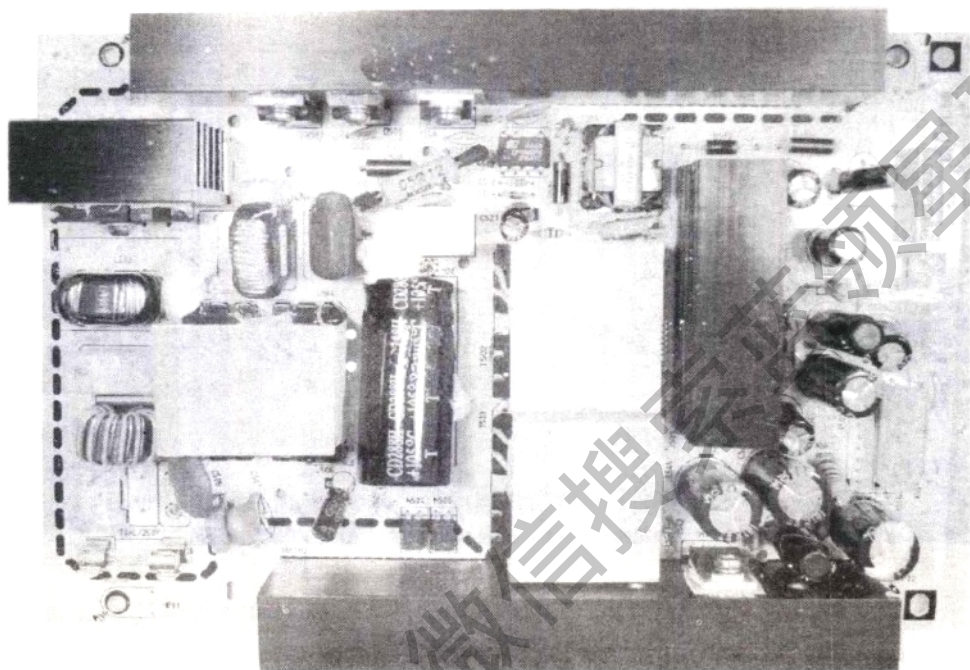

图 7-12 厦华 LC-32U25 液晶电视电源板
8. 厦华 LC-32U25 液晶电视电源板 (见图 7-12)